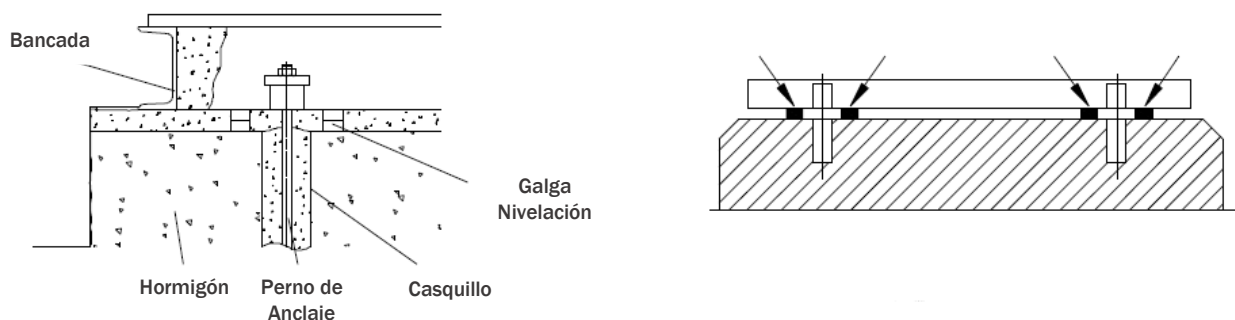

Fig. 2. Fundación, bancada and ajuste de galgas
- La fundación debe ser lo suficientemente pesada (al menos 5 veces el peso del grupo completo) para reducir las vibraciones y lo suficientemente rígida para evitar cualquier torsión o desalineación. Esto es importante para mantener la alineación. Una fundación de hormigón sobre una bancada es adecuada. Los pernos de la bancada de tamaño adecuado deben ser atornillados en el hormigón. Se debe utilizar un casquillo de tubería de mayor diámetro que el perno para permitir el movimiento para el posicionamiento final de los pernos. Asegúrese de que los cimientos de hormigón se han fijado de forma firme y sólida antes de montar el surtidor. La superficie de los cimientos debe ser verdaderamente horizontal y perfectamente plana (ver *Fig. 2*).
- Coloque el surtidor sobre el hormigón preparado anteriormente y, añadiendo o quitando las galgas de nivelación bajo la bancada, alinee la brida de impulsión horizontalmente utilizando un nivelador, como se muestra en la *Fig. 2*. Asegúrese de que esté completamente horizontal.